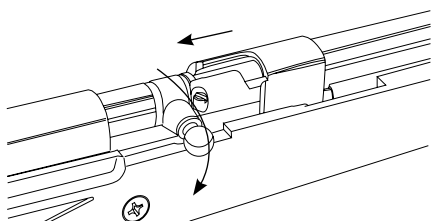

Рис.11
- Потянув ручку затвора назад поверните её на право до упора. (Рис.11)